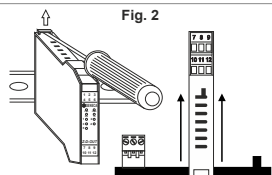

Fig. 2
- 1) Desplazar hacia el exterior los dos ganchos en el lado posterior del módulo como se muestra en la Fig.2.
Como se ilustra en la Fig.2: